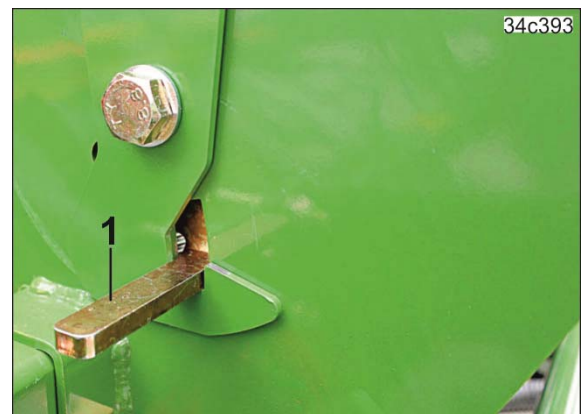

Fig. 149
2. Pull up the lever (Fig. 149/1).